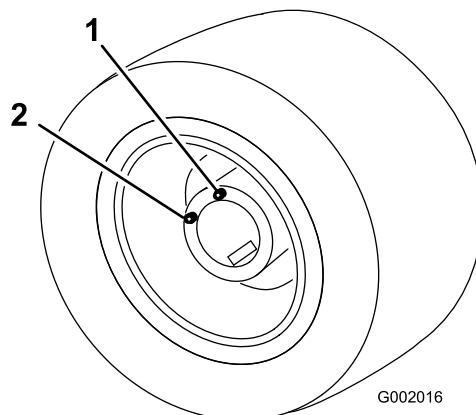

図 48
5. 今度は点検/ドレンプラグが 図 48の位置 (補給位置) にくるように駐車する。